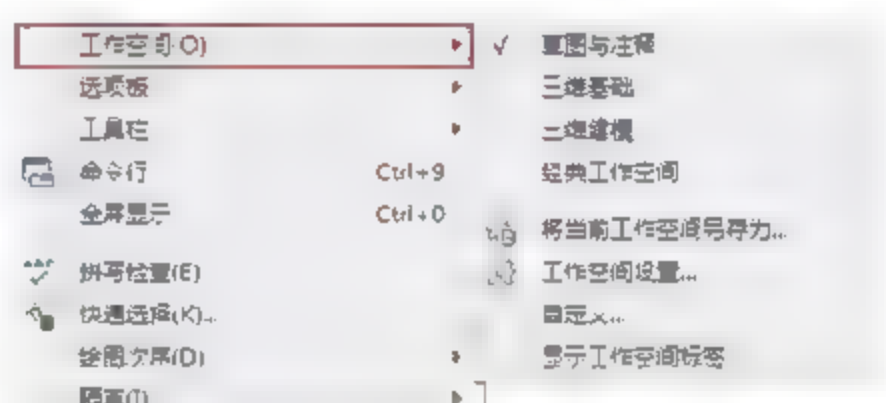

图2-35 菜单栏切换方式
- 菜单栏:选择菜单【工具】|【工作空间】命令,在子菜单中进行选择,如图2-35所示。